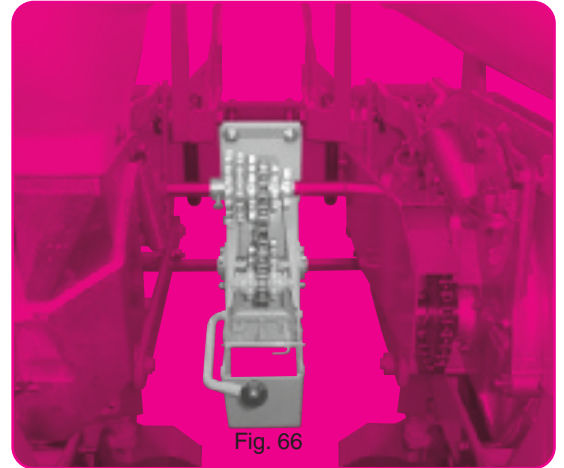

Fig. 66
- Montage pour semoir de 35-40 cm d'inter-rangs (fig. 66) en supprimant les 2 paliers ④.
- Montaje para sembradora de 35-40 cm de distancia entre hileras (fig. 66) quitando los 2 cojinetes ④.
- Assembly for planters with 35-40 cm (14-15") inter-row spacing (fig. 66) : remove the 2 bearings. ④